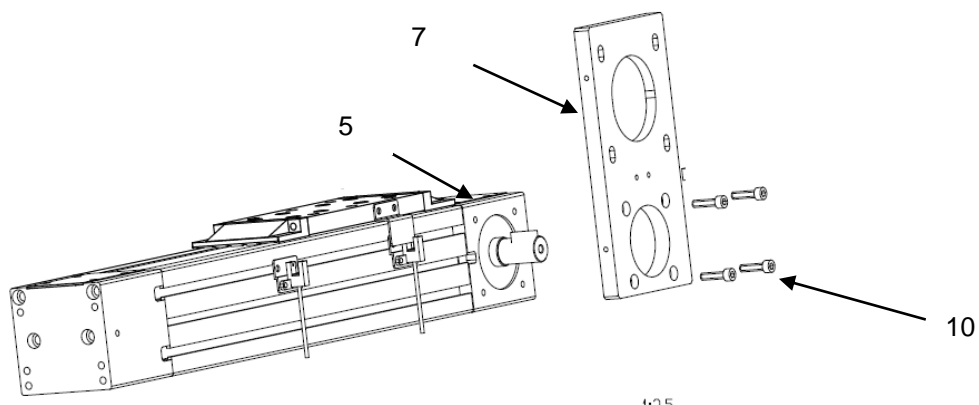

Рисунок 11 – Установка корпуса.
1. установить корпус монтажного комплекта (поз. 7) на модуль (поз. 5) с помощью винтов (поз. 10) (см. рисунок 11);